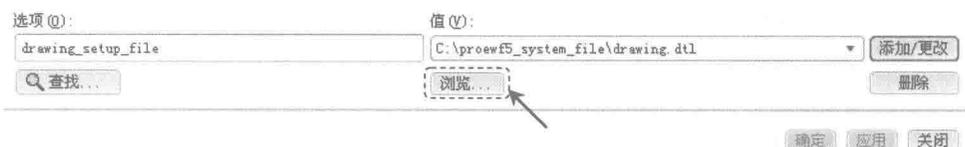

图 1.5.2 “浏览”按钮的位置
② 单击“选项”对话框中的  按钮, 如图 1.5.2 所示。